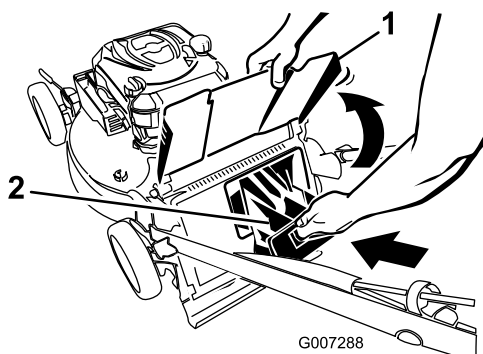

Figura 33
4. Introduzca el tapón de descarga trasero (Figura 33).